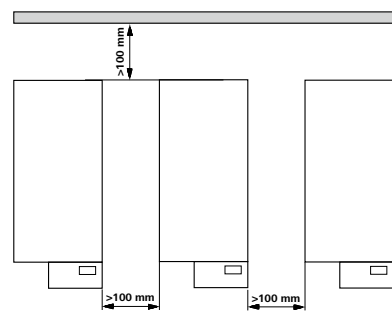

Fig. 2
- Upoštevajte najmanjše razdalje med napravami, med napravo in steno ter nad sestavljeno napravo (najmanj 800 mm), (Fig. 2).